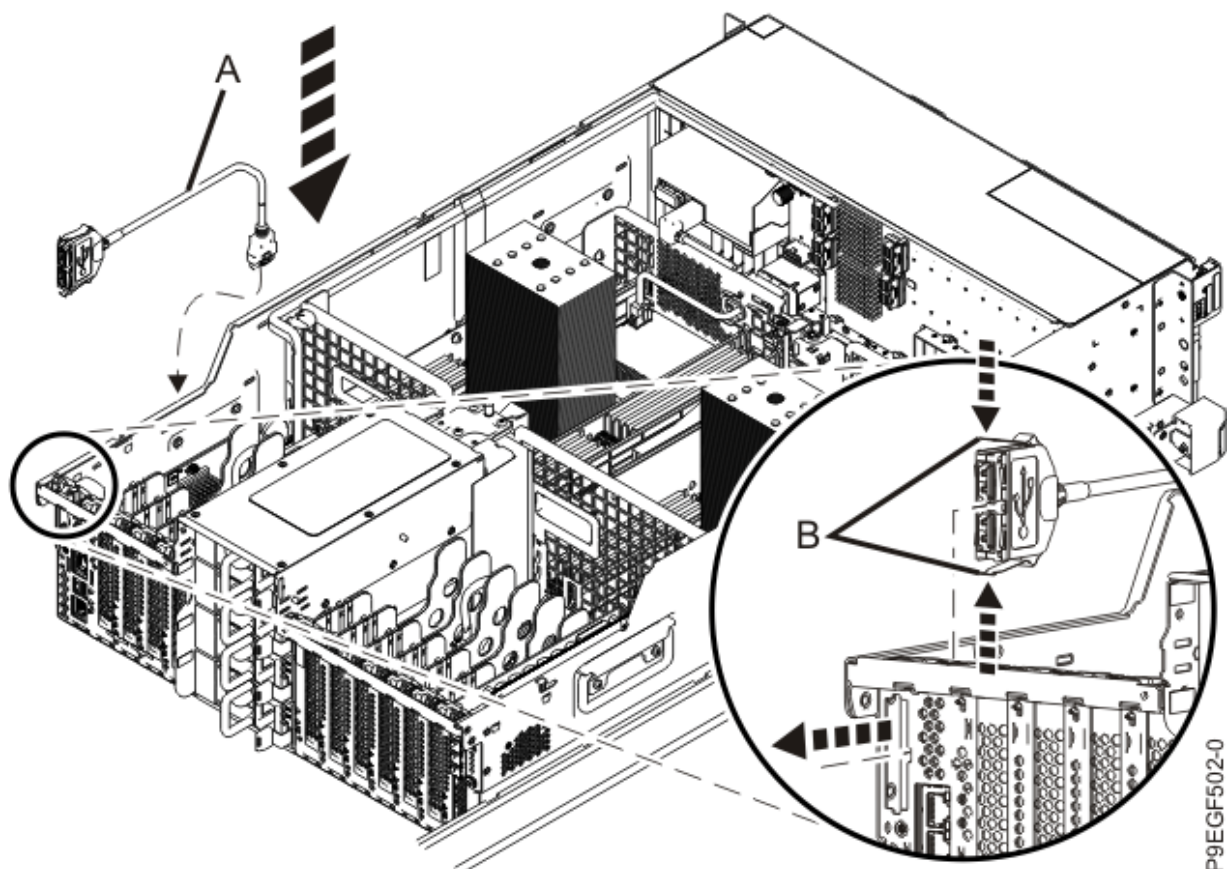

Figura 11. Substituir o cabo USB posterior no sistema
2. Insira o cabo USB posterior **(A)** na abertura na parte posterior do sistema, premindo as patilhas **(B)**, conforme demonstrado em Figura 11 na página 14.